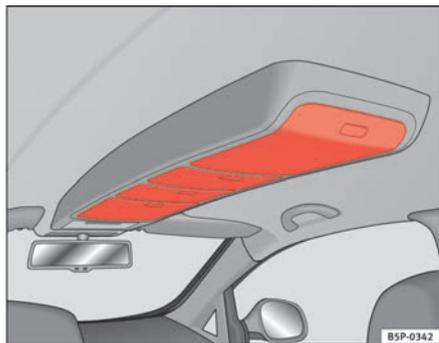

Fig. 105 Compartiments de rangement du pavillon
- Pour ouvrir ces compartiments, appuyez sur le bouton de la trappe ⇒ fig. 105. Le cache s'ouvre automatiquement.